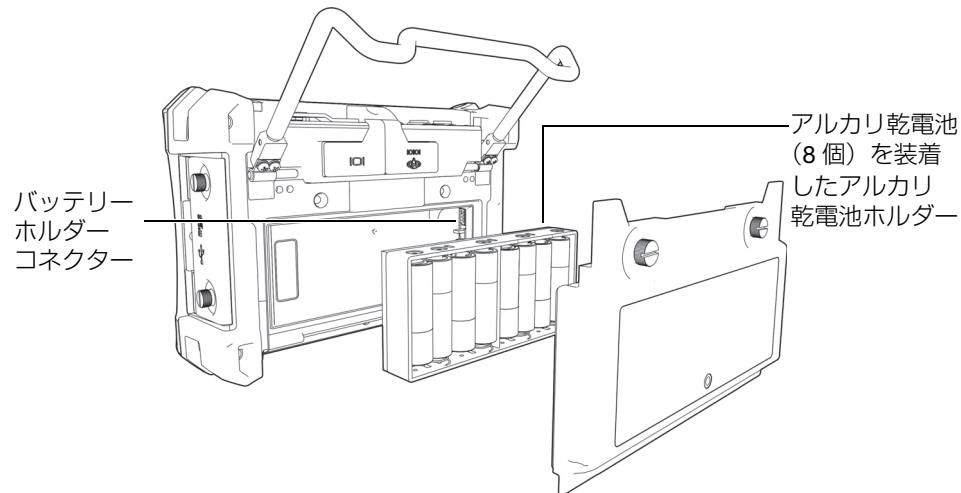

図 1-12 アルカリ乾電池ホルダー
6. アルカリ乾電池ホルダーをバッテリー収納部内に置きます（28ページ図1-12参照）。